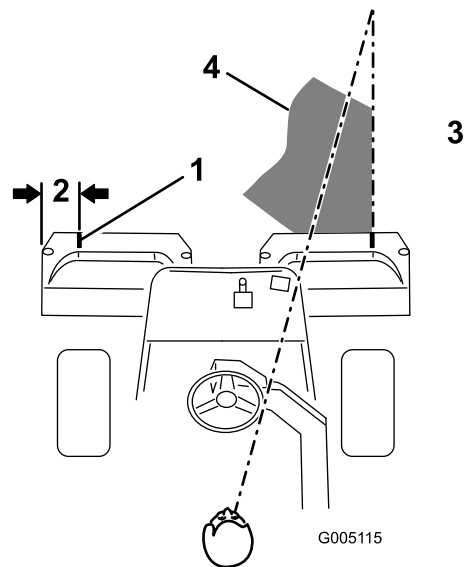

Bild 9
2. Bringen Sie einen Streifen weißen Isolierbands an jedem Korb an, oder zeichnen Sie eine Linie. Das Isolierband bzw. die Linie sollte parallel mit der äußeren Kante jedes Korbs verlaufen (Bild 9).